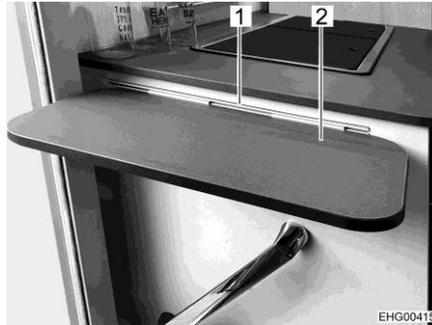

Fig. 12 Tablette rallonge pour la cuisine
- ▶ En cas d'accident ou de freinage d'urgence, la tablette rallonge pour la cuisine peut blesser les passagers du véhicule. Avant le départ, décrocher la tablette rallonge pour la cuisine (Fig. 12,2) du rail (Fig. 12,1) et la mettre en sûreté.